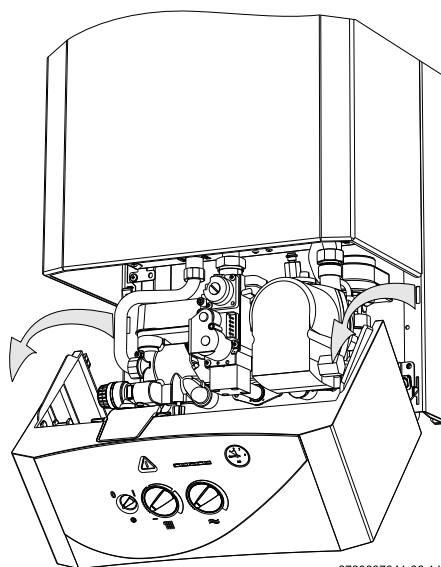

Fig. 27 Posição de serviço para ajustes do gás
- ▶ Desligar o interruptor principal (O) do aparelho.
- ▶ Baixar o painel de comandos para a posição de serviço (ver Fig. 27).
- ▶ Desapertar o parafuso obturador (3) e ligar o manómetro de tubos em U à união de pressão.